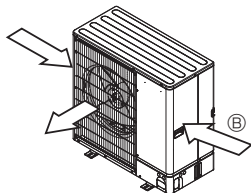

Fig. 2-6
- ③ Ha megoldható, állítsa úgy az egységet, hogy a levegőkiáramló nyílás merőleges legyen a szokványos szélirányra. (Fig. 2-6)